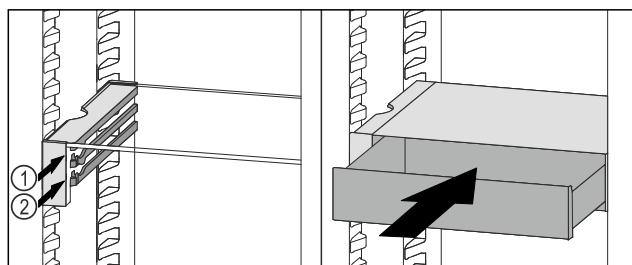

Fig. 119
- Stavite ladicu VarioSafe ukoso iza zaustavljača na željeni žlijeb Fig. 119 (1) ili Fig. 119 (2).